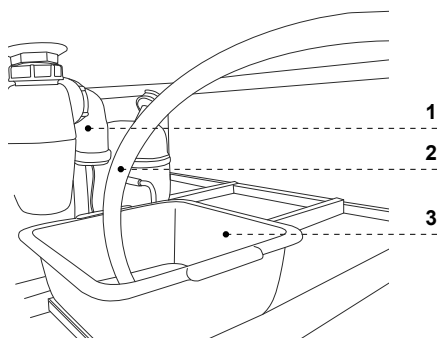

Abb.8 Kondensatbehälter (ohne Rotationsverdampfer)
9. Den Kondensatbehälter auf der Grundlage der Anlage unter dem Siphon gemäss Abb.8/3 (S.33) oder Abb.9/3 (S.33) stellen
Ist die Anlage nicht mit dem automatischen Abdampfen des Kondesats nicht ausgestattet, soll das Kondesat vom Behälter entfernt werden, falls er befüllt wird. Abb.8 (S.33). Die Anzahl (Häufigkeit) dieser Verfahren hängt von der Betriebsbedingungen der Anlagen (u.a. Luftfeuchtigkeit, wie oft die Türen geöffnet werden, Menge und Temperatur der einzulegenden Waren) ab.